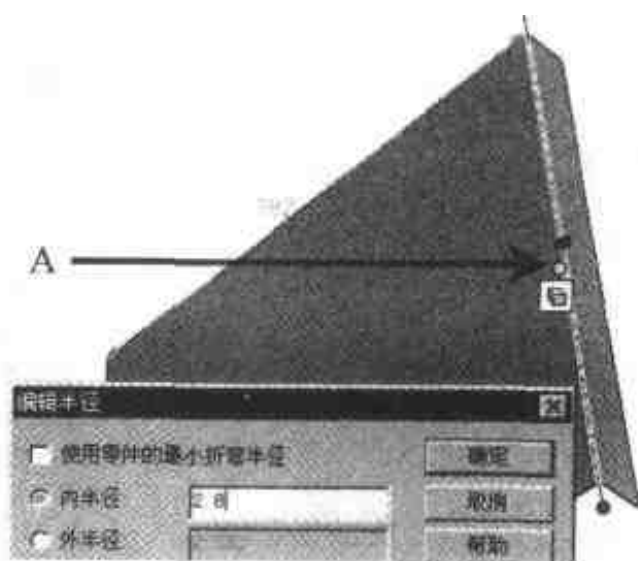

图 4.94 添加弯曲板料
(3) 向宽度为 344 的一边拖放一个【不带料折弯】的弯曲图素, 使弯曲图素处于形状编辑状态, 右击如图 4.94 所示的弯曲手柄(A), 选择【编辑半径】命令, 在弹出
的对话框中输入所需的半径, 如图 4.94 所示。